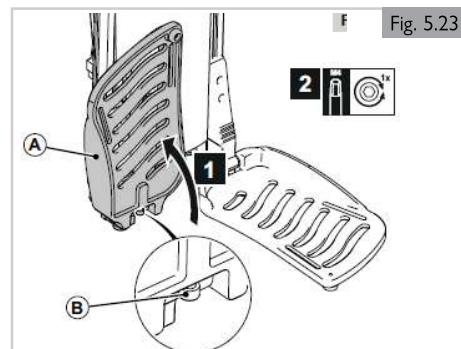

Fig. 5.23
4. Al igual que con todas las piezas móviles, procure no atraparse los dedos. (Fig. 5.23)
Ángulo del tobillo (Fig. 5.23)